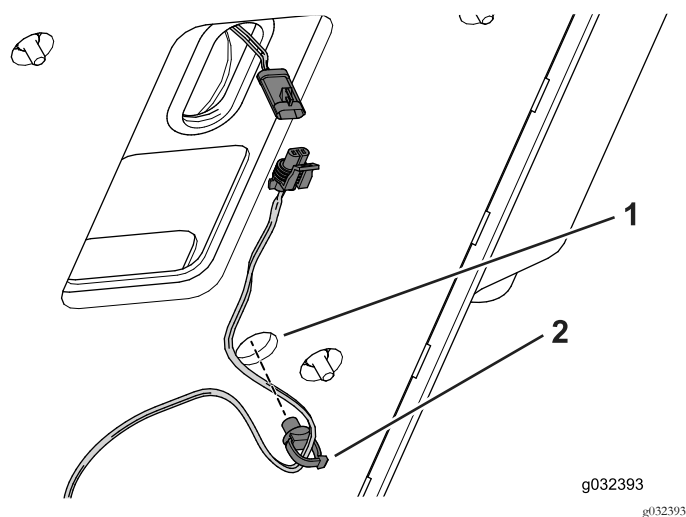

Figura 4
6. Instale el clip con brida en la parte inferior de la chapa del asiento (Figura 4).
7. Conecte el interruptor del asiento al arnés de cables (Figura 4).